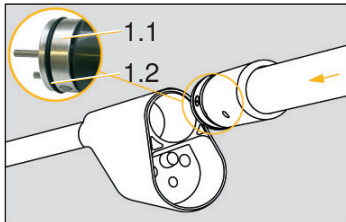

Abb. 1
- Schieben Sie die Isolierstange inkl. Batteriedeckel (1.1) vorsichtig bis Anschlag ins Kopfteil (siehe Abb.1 / Seite 20). Achten Sie darauf, dass Sie den schwarzen O-Ring (1.2) des Batteriedeckels (1.1) nicht beschädigen.